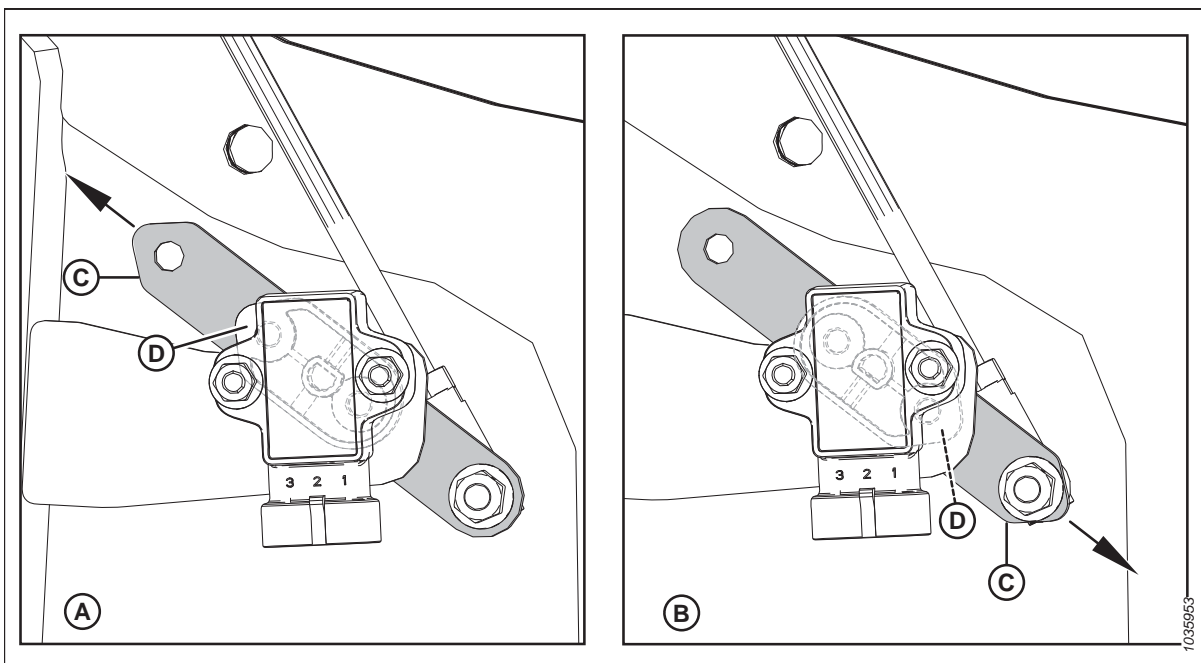

Abbildung 3.186: Konfigurationen Sensorbügel/Sensorzeiger
- Sicherstellen, dass Sensorbügel (C) und Sensorzeiger (D) ordnungsgemäß für das Schneidwerk konfiguriert sind. Siehe Abbildung 3.186, Seite 170 bzgl. Anweisungen.